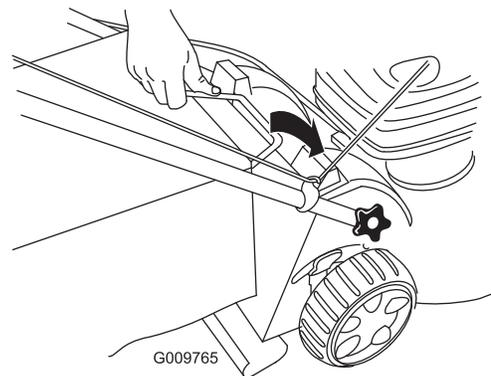

Figuur 20
2. Zet de bovenste handgreep in de gewenste stand (Figuur 20).